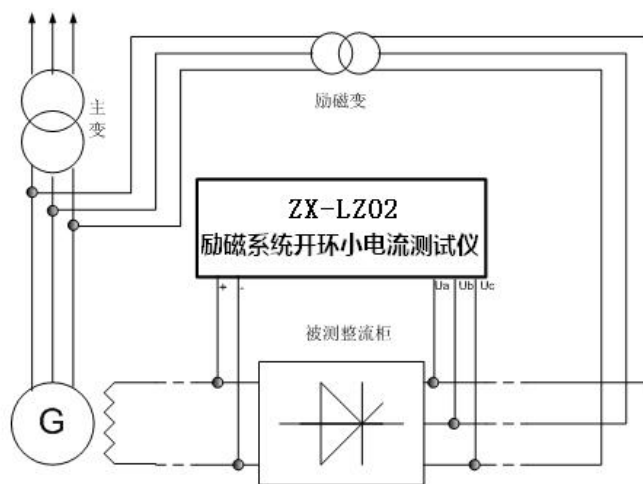

图 1
**工作原理：**励磁系统开环小电流测试仪由测试电源、电阻负载和波形录波仪组成见图 1。测试电源采用电力变换技术将单相电源整流成直流电源，然后逆变成三相交流电源，并经功率放大后输出作为被测整流柜的输入电源；电阻负载可以根据被测整流柜晶闸管的特性进行适当调整；波形录波仪可以实时录取被测整流柜的输出电压。